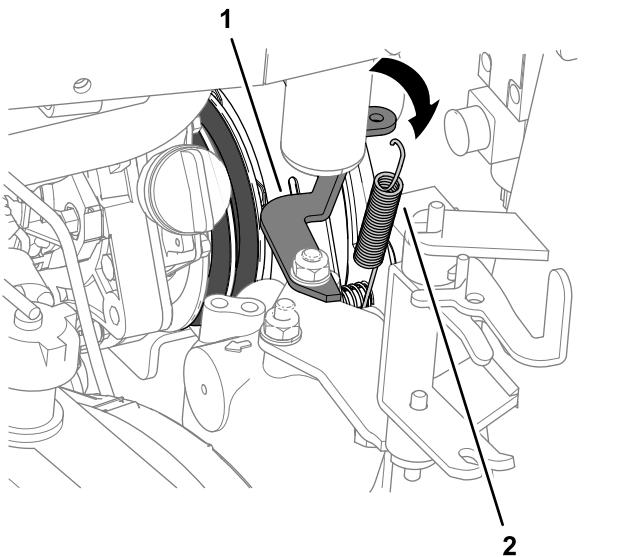

Figura 90
5. Dal lato del radiatore, sganciate la molla dell'ammortizzatore della frizione dalla staffa a molla (Figura 90).
4. Agganciate la molla dell'ammortizzatore della frizione tra il bullone interno della piastra della frizione e la staffa a molla; fate riferimento alla Figura 90 in Rimozione delle cinghie della PDF \(pagina 66\).